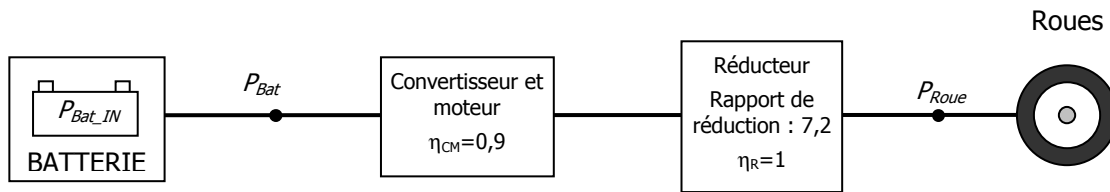

Figure 1 : architecture véhicule électrique
- Rendements (voir Figure 1)
L'architecture de ce véhicule est présentée sur la Figure 1.